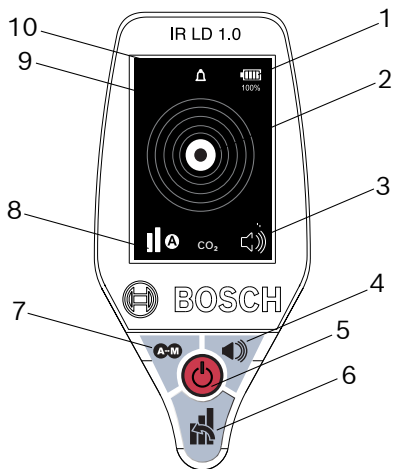

Fig. 2: Componenti del pannello anteriore e indicatori del display
- Premere il pulsante di accensione per accendere il rilevatore IR LD 1.0 (vedi Fig. 2; punto 5).
Per modificare il livello di sensibilità, premere il pulsante Sensibilità (vedi Fig. 2; punto 6):
- Premendo ripetutamente il pulsante Sensibilità scorreranno i tre livelli di sensibilità (vedi Fig. 2; punto 6).
➤ Premere il pulsante di selezione della modalità (vedi Fig. 2; punto 7).
- Premere il pulsante Audio ON/OFF (vedi Fig. 12; punto 12a o Fig. 2 punto 4).